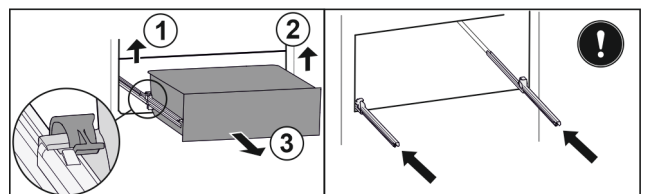

Fig. 69
▶ 提起左侧夹子，同时将抽屉左侧向前拉。 Fig. 69 (1)
▶ 提起右侧夹子，同时将抽屉右侧向前拉。 Fig. 69 (2)
- ▶ 朝前取出抽屉。 Fig. 69 (3)